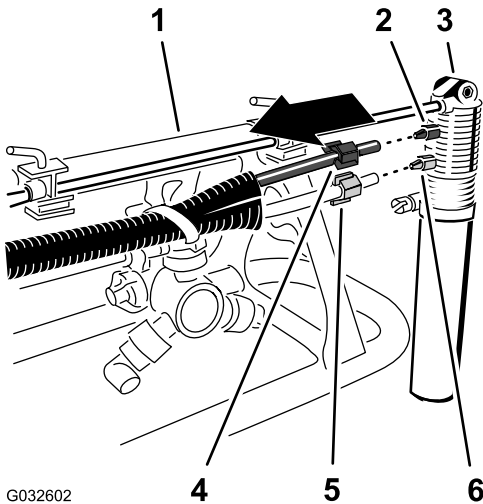

图11
2. 在泡沫标记喷嘴处拧松将蓝色管供水固定至泡沫标记喷嘴蓝色压紧接头的压紧螺母图11。
3. 拧松将透明管子空气固定至泡沫标记喷嘴白色压紧接头的压紧螺母图11。
5. 拆下管子两端的压紧螺母图11。